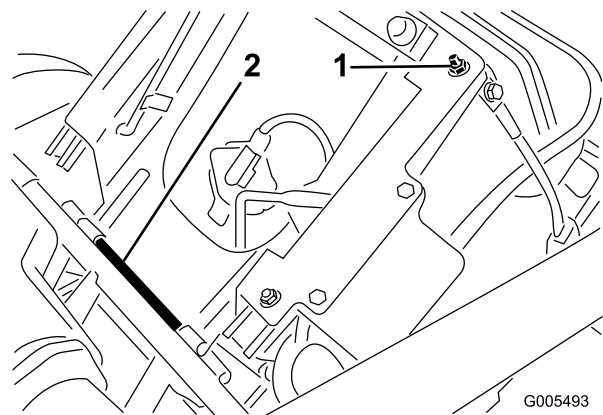

Bild 5
1. Entfernen Sie die Sicherungsmutter (Bild 5) und die Sitzhalterung (wird für den Transport verwendet), die an der rechten hinteren Sitzeinstellschraube befestigt ist. Werfen Sie sie weg. Halterung ist nicht abgebildet.
2. Nehmen Sie den Splint und die Sitzdrehstange ab, mit denen der Sitz befestigt ist (Transporteinstellung). Nehmen Sie den Sitz ab (Bild 5). Werfen Sie den Splint weg.